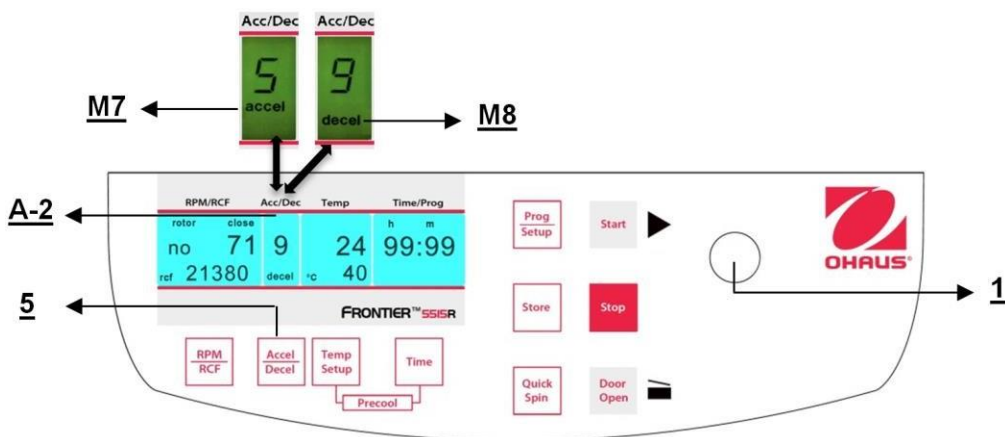

Figura 18
Esta función se activa con el botón **"Accel/Decel"** (5) (vea la Figura 18). Al presionar el botón una vez, destella la palabra **"accel"** (M7) en la pantalla **"Acc/Dec"** (A-2). La aceleración deseada puede preseleccionarse con la perilla de ajuste (1). El valor 0 equivale a la menor y el valor 9 a la mayor aceleración. Al presionar dos veces el botón **"Accel/Decel"** (5), la pantalla **"Acc/Dec"** (A-2) muestra la palabra **"decel"**(M8). Ahora puede preseleccionarse la intensidad del freno con la perilla de ajuste (1). El valor 9 equivale al más corto y el valor 0 al tiempo de freno más largo posible.